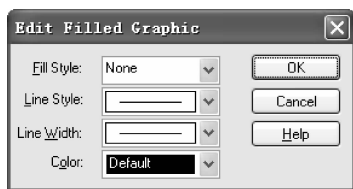
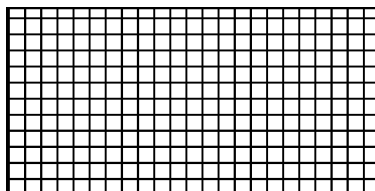

图 6-78 “Edit Filled Graphic（编辑填充图形）”对话框
图 6-79 矩形填充效果
3. 绘制完成后，双击需要设置属性的矩形，弹出“Edit Filled Graphic（编辑填充图形）”对话框，如图 6-78 所示。此对话框可用来设置矩形的线宽、线型、填充样式、颜色等，矩形的填充效果如图 6-79 所示，与多段线绘制的四边形效果相同。